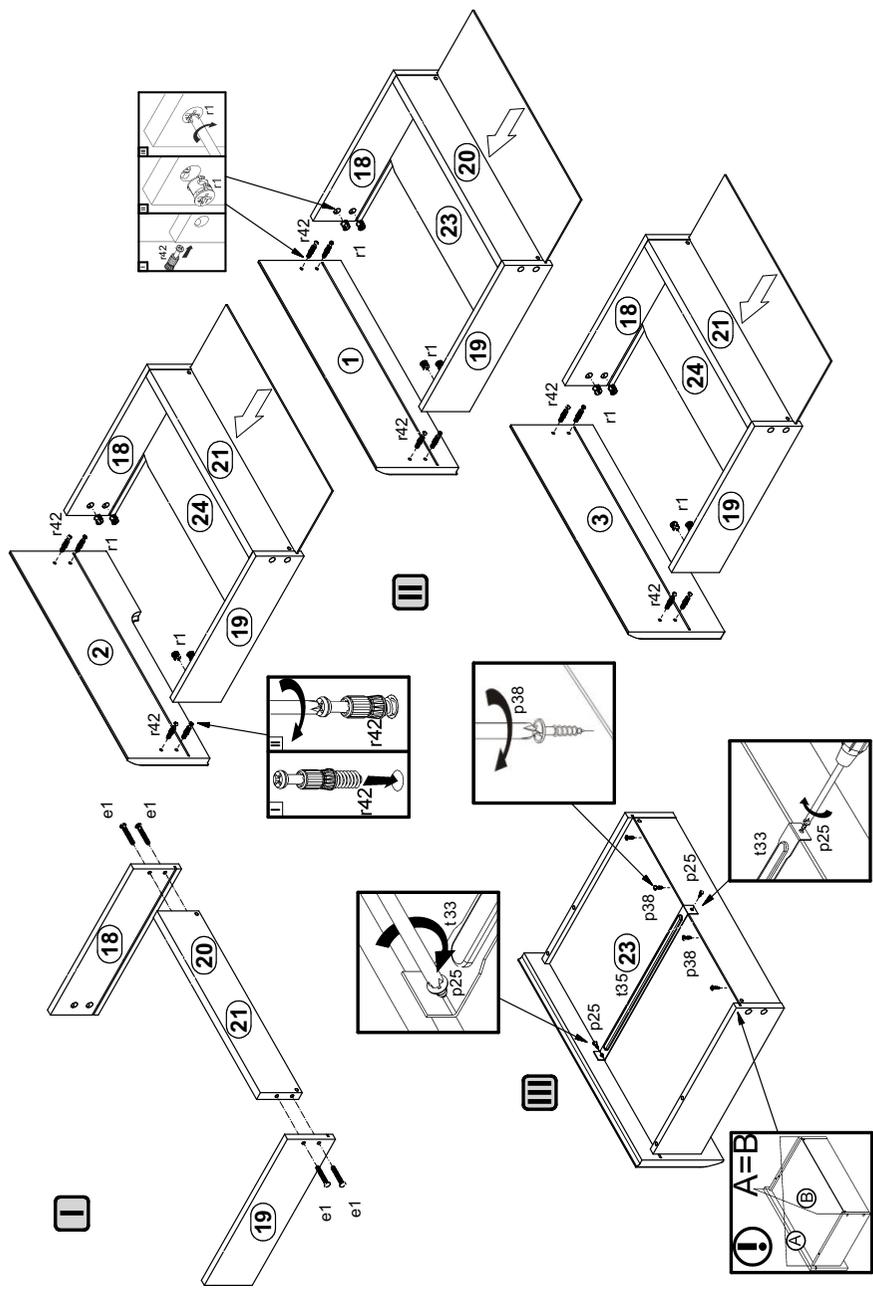

Рисунок 6
19. В отверстия  $\varnothing 15$  мм на внутренних поверхностях стенок боковых ящиков **18, 19** вставить стяжки эксцентриковые **r1 (см. рис. 6)**.
20. Соединить детали **18,19,20**, а также **18,19,21** с помощью конформатов **e1**, пользуясь ключом **z1**, вставить в пропилы на боковых и задних стенках собранных корпусов ящиков дно ящика **23, 24 (см. рис. 6)**.
21. В отверстия  $\varnothing 5$  мм на внутренних поверхностях панелей ящиков **1, 2, 3** вкрутить винты стяжки **r42 (см. рис. 6)**.